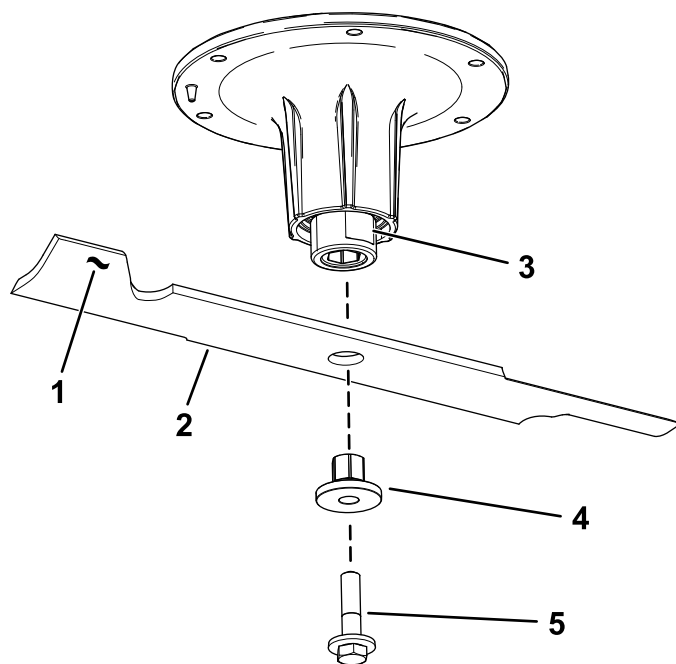

Figure 81
- Retirez le boulon, la douille et la lame de l'axe de pivot (Figure 81).